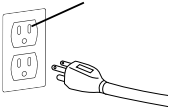

Fig. 9: panel desmontable
2. Retire el panel desmontable del ventilador con un destornillador (consulte la Fig. 9). Fije el ventilador al panel posterior del calentador con los cuatro tornillos provistos.